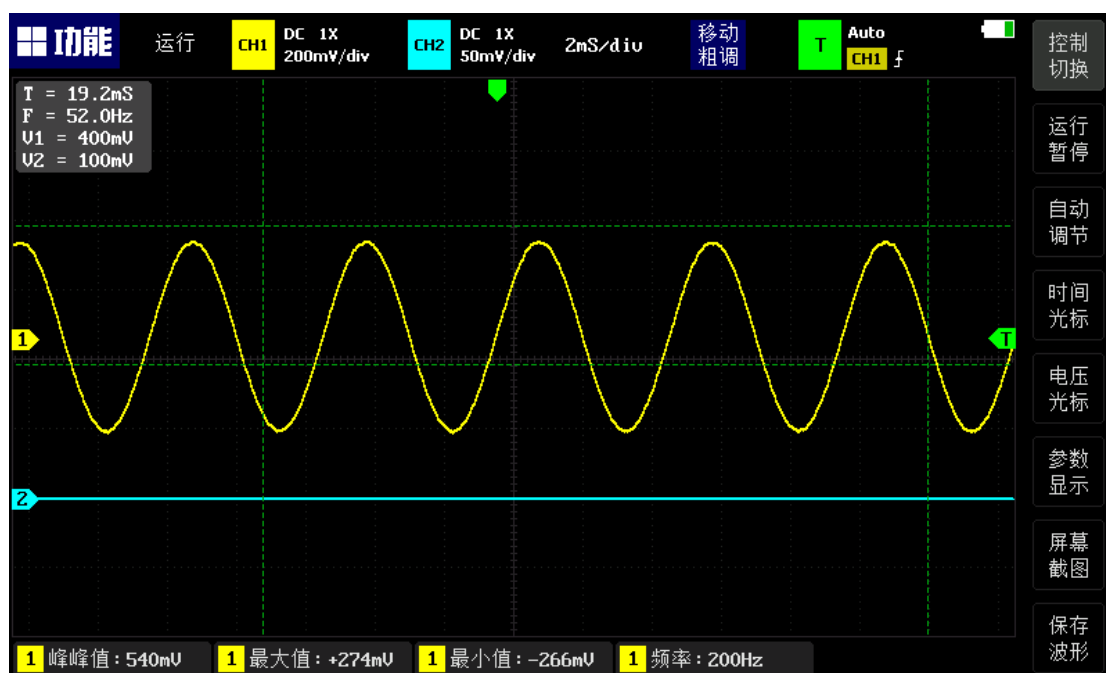
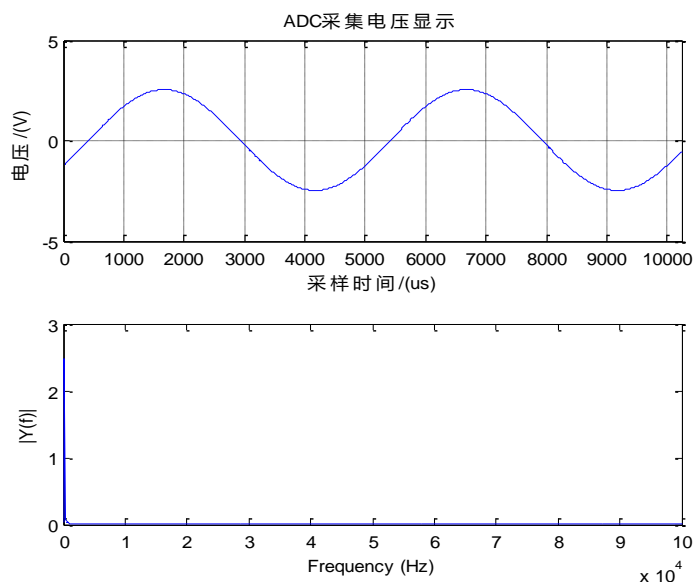

图 1.24 信号发生器产生的波形
图 1.30 MATLAB 运行波形图
1. 使用 ACM7606 模块的通道 1 进行采集。我们设置信号发生器的发生频率为 200hz，VPP 为 5V 得到正弦波，准备采样 2048 个 16bit 数据，那么就需要通过 cypress 上位机接收 4096 个 8bit 的数据，信号发生器产生的波形如下图 1.24 所示。
这里分析的文件是 1.6.4 节通过 cypress 采集到的数据，运行之后，得到如下图 1.30 所示的波形图。与图 1.24 信号发生器产生的波形对比可以看出，波形基本一致，说明采集到的数据没有问题。